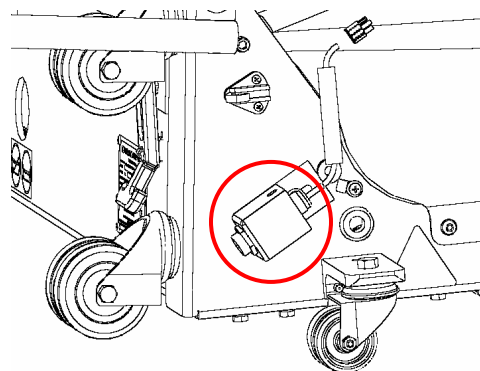

Bild 4-26
1. Sensorn är placerad på fästet ovanför det bakre högra styrhjulet som bild 4-26 visar.